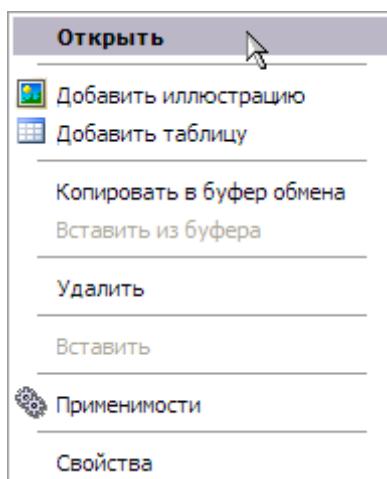

Рис. 3.186
- В контекстном меню выберите команду **Открыть** (Рис. 3.186).
2. Выберите из контекстного меню команду **Свойства** (Рис. 3.186).